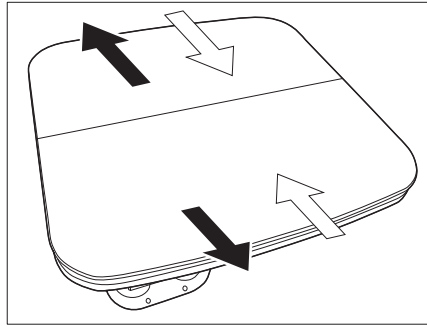

Fig. 108 Separar las piezas exteriores
- Separar las piezas exteriores de la mesa (Fig. 108 - flechas negras).
- Unir las piezas exteriores de la mesa (Fig. 108 - flecha blanca).